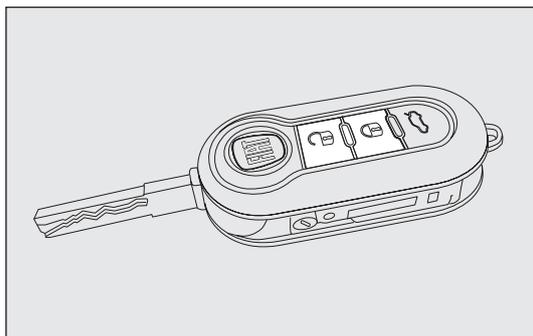
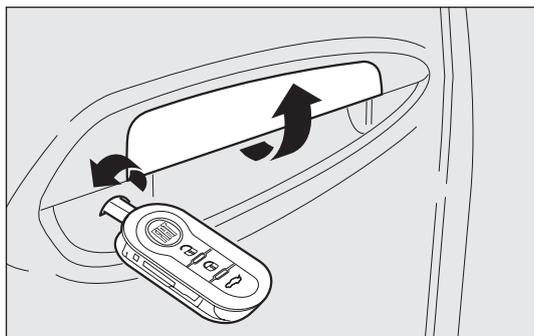
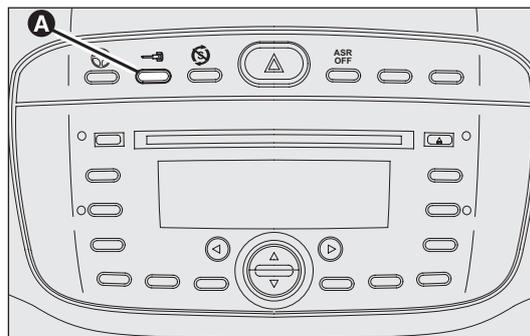

fig. 78
fig. 79
fig. 80
Con porte chiuse premere il pulsante  sul telecomando fig. 78 oppure inserire e ruotare l'inserto metallico nella serratura della porta lato guida in senso orario fig. 79. L'avvenuto bloccaggio delle porte è segnalato dalla singola accensione del led sul pulsante A-fig. 80. Il blocco delle porte viene attivato solo se tutte le porte sono chiuse. Se una o più porte sono aperte a seguito della pressione del pulsante  sul telecomando fig. 78, gli indicatori di direzione ed il led presente sul pulsante A-fig. 80 lampeggiano velocemente per circa 3 secondi.
Se una o più porte sono invece aperte a seguito della rotazione dell'inserto metallico della chiave solo il led presente sul pulsante A-fig. 80 lampeggia velocemente per circa 3 secondi. Se le porte sono chiuse ma il bagagliaio è aperto il blocco delle porte viene effettuato: gli indicatori di direzione (solo per blocco effettuato premendo il pulsante  fig. 78) ed il led presente sul pulsante A-fig. 80 lampeggiano velocemente per circa 3 secondi.
Con funzione attiva è comunque possibile sbloccare le serrature delle altre porte, premendo il pulsante A-fig. 80 posto sul mobiletto centrale.
Effettuando una doppia pressione rapida del pulsante  sul telecomando fig. 78 si attiva il dispositivo dead lock (vedere paragrafo "Dispositivo dead lock").
Premere brevemente il pulsante  fig. 78 per avere lo sblocco delle porte a distanza, l'accensione temporizzata delle plafoniere interne e doppia segnalazione luminosa degli indicatori di direzione oppure inserire e ruotare l'inserto metallico nella serratura della porta lato guida in senso antiorario come illustrato in fig. 79.
Premere il pulsante A-fig. 80 per bloccare/sbloccare tutte le porte. Il pulsante è dotato di un led che indica lo stato (porte bloccate o sbloccate) della vettura. Quando le porte sono bloccate il led sul pulsante è acceso ed una pressione del pulsante provoca lo sblocco centralizzato di tutte le porte e lo spegnimento della spia. Quando le porte sono sbloccate il led è spento ed una pressione del pulsante provoca il blocco centralizzato di tutte le porte. Il blocco porte viene attivato solo se tutte le porte sono correttamente chiuse.
non sarà possibile effettuare lo sblocco tramite il pulsante A-fig. 80 ubicato tra i comandi su plancia.
- pulsante A-fig. 80 di blocco/sblocco;
Il dispositivo si inserisce automaticamente su tutte le porte nel caso in cui si effettui una doppia pressione rapida sul pulsante  sulla chiave con telecomando fig. 78.
L'avvenuto inserimento del dispositivo è segnalato da 3 lampeggi degli indicatori di direzione e dal lampeggio del led ubicato sul pulsante A-fig. 80 ubicato tra i comandi su plancia.